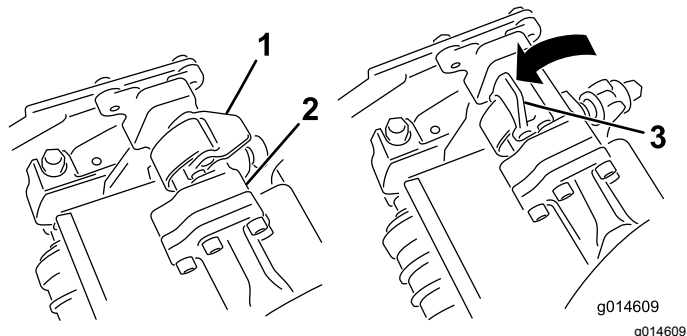

Figura 29
3. Con i fermi del braccio di sospensione rivolti verso l'alto (cioè aperti) (Figura 29), premete il
4. Chiudete i fermi spostandoli verso il basso e attorno alla barra dell'apparato di taglio, quindi bloccateli in posizione (**Figura 29**).
4. Aprite i fermi sulla barra del braccio di sospensione dell'apparato di taglio che state rimuovendo (Figura 29).